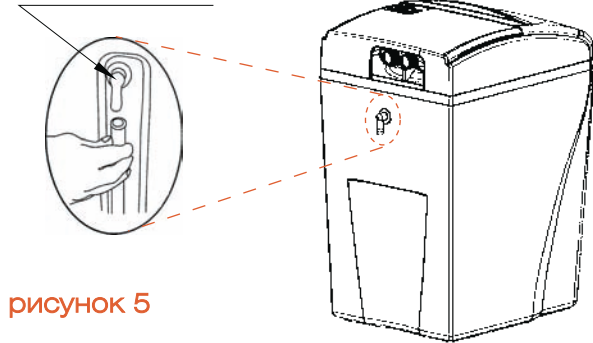

рисунок 5
- 1 Подсоедините угловой патрубок переливной линии и убедитесь, что он повернут вниз (см. рисунок 5).